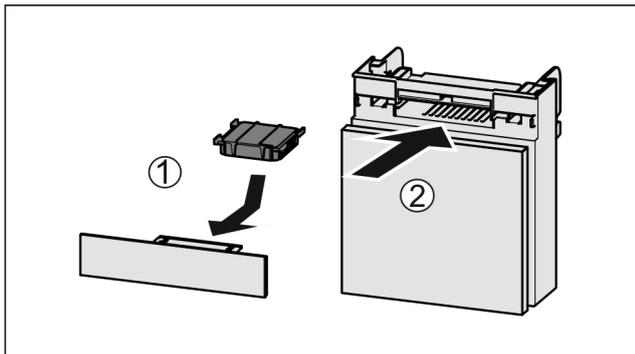

Fig. 153
- ▶ Установите фильтр с активированным углем, как показано на рисунке Fig. 153 (1).
- ▷ Фильтр с активированным углем ощутимо фиксируется. Если фильтр с активированным углем показывает вниз: ▶ Вставьте отделение Fig. 153 (2).